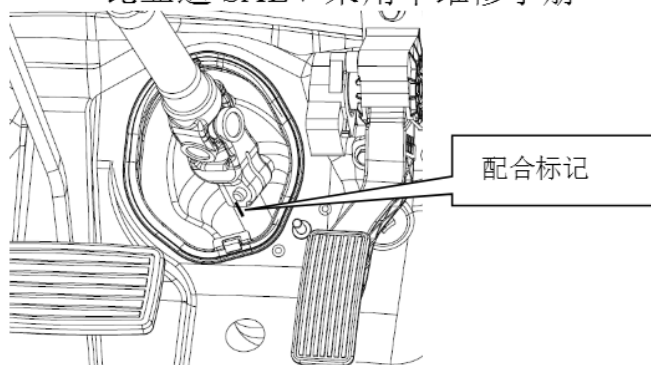

图4-8
①在中间轴下端与转向器输入轴配合处做好配合标记，如图 4-8 所示。
②此时可以套上转向盘转动，使螺栓处于方便操作的位置，松开螺栓，拔出中间轴。